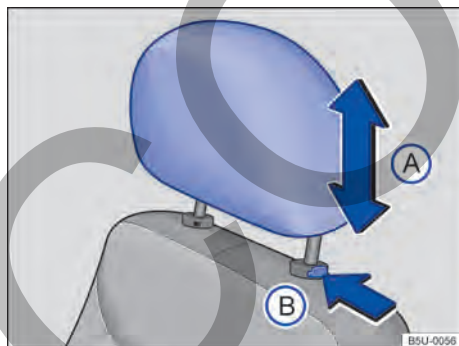

Fig. 62 Apoyacabezas delantero: desinstalar.
- Presionar la tecla → **fig. 62 (B)** en el sentido de la flecha. Retire el apoyacabezas mientras presiona la tecla.
- Empuje el apoyacabezas totalmente hacia abajo con la tecla → **fig. 62 (B)** presionada.